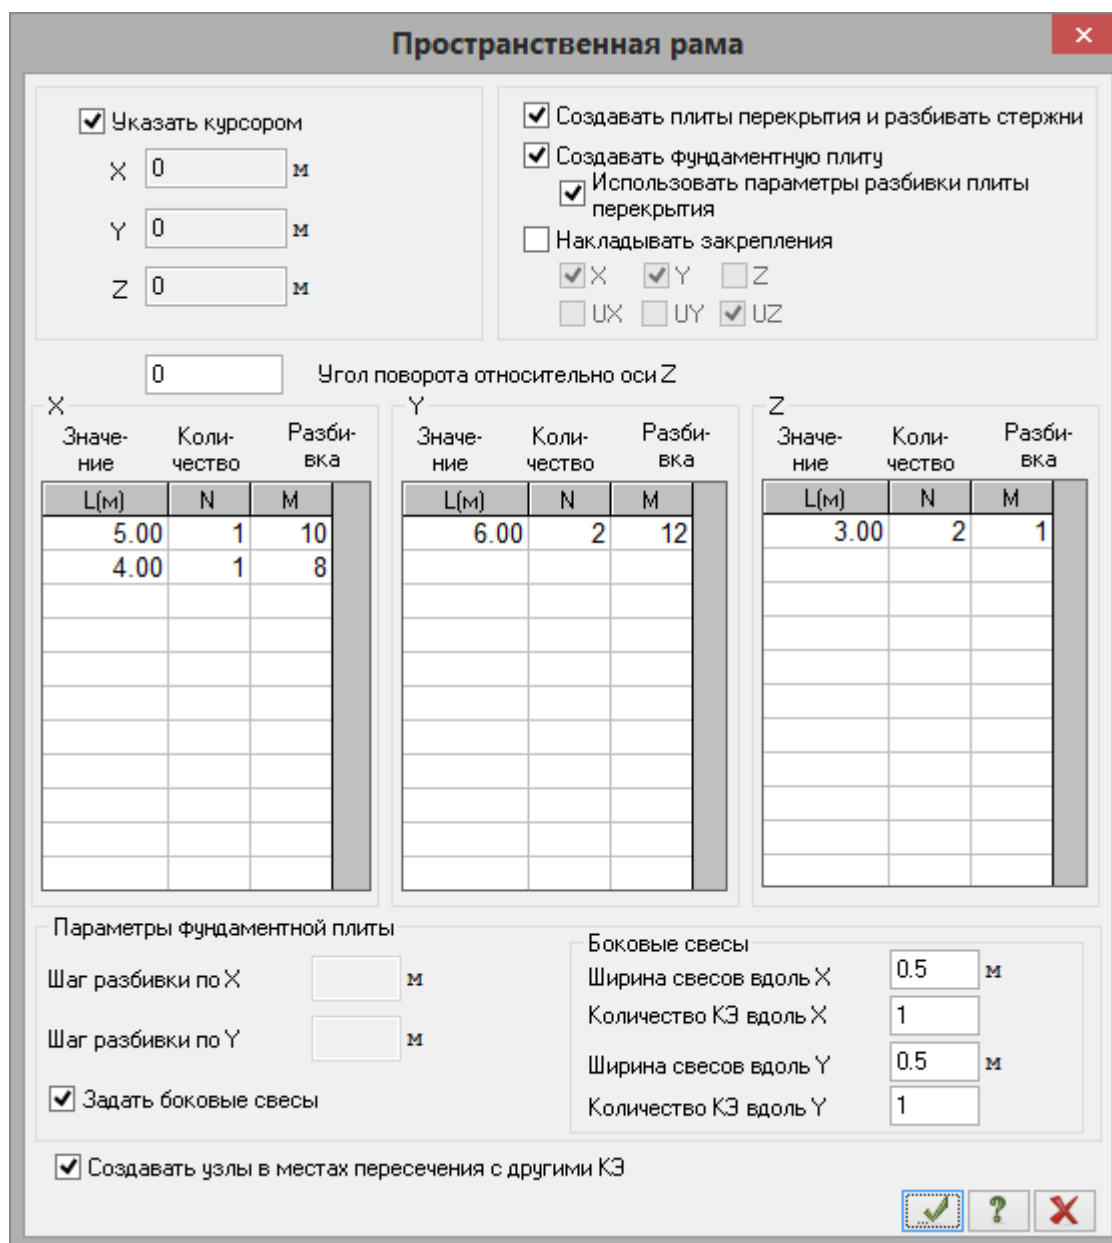

Рис.4.3. Диалоговое окно Пространственная рама
- В этом диалоговом окне задайте следующие параметры пространственной рамы (рис.4.3):